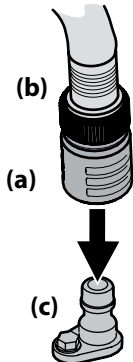

Figura 4-1
3. Tire hacia atrás el collarín de ajuste (a) del adaptador del pico (b) y empuje el adaptador hacia uno de los picos de lavado de la plataforma (c) de cualquiera de los dos extremos de la plataforma de corte. Suelte el collarín de ajuste (a) para trabar el adaptador del pico (b) en el pico de lavado de la plataforma (c). Consulte Figura 4-1.